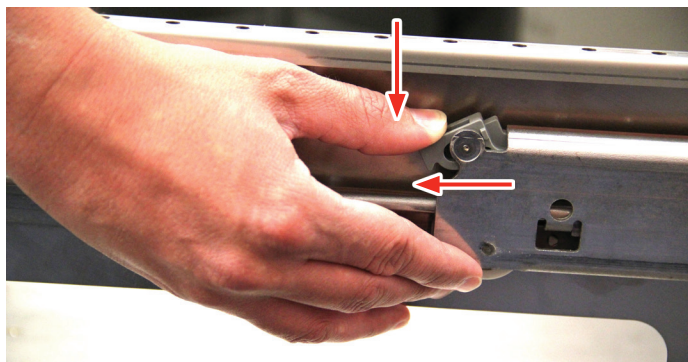

Fig. 18
3. Ubique las trabas de las bandejas en la parte delantera de cada deslizador de las bandejas. Empuje hacia abajo y tire de las trabas de las bandejas hacia la parte delantera de estas hasta que giren hacia arriba (Fig. 18).